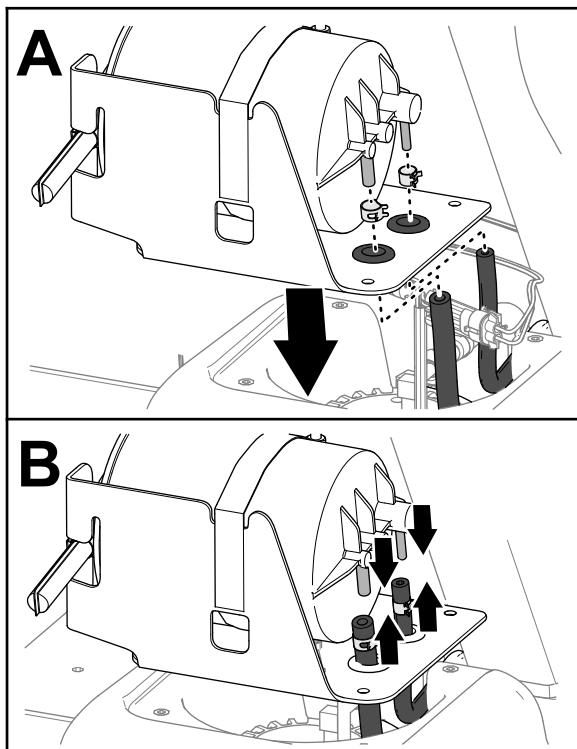

図 85
2. ホースにホースクランプを嵌める図 85。
3. カーボンキャニスタのフィッティングTにホースを取り付ける図 85。